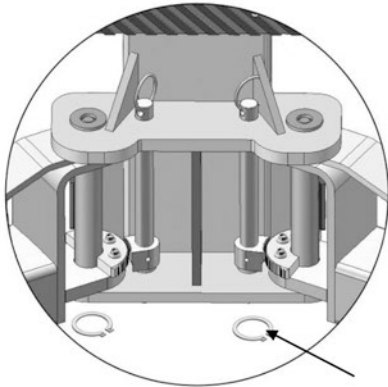

Fig. 28
1. Instale los brazos de elevación (vea la Fig. 28).